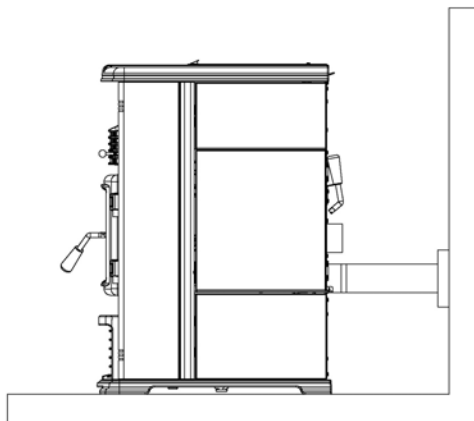

Figure 5
Pour l'installation dans une maison mobile, le poêle doit être connecté à une prise d'air extérieure. Un tuyau métallique, rigide ou flexible, d'un diamètre intérieur de 3", peut être raccordé à la buse prévue à cet effet, à l'arrière du poêle (voir figures, 4, 5, et 6). Un garde anti-rongeur en métal déployé doit protéger l'entrée (voir figure 5). Toutes les connexions doivent être scellées à l'aide de collets de serrage ou de ruban métallique UL-181-AP.
- Un trou dans le mur à l'arrière du poêle.(Figure 5)